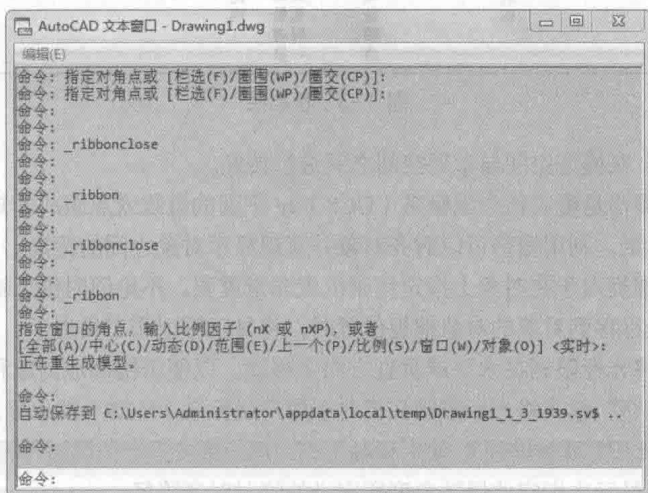

图 1-2 AutoCAD 文本窗口
- (1) 移动拆分条,可以扩大与缩小命令行窗口。
- (2) 拖动命令行窗口,可以将其布置在屏幕上的其他位置。
- (3) 对当前命令行窗口中输入的内容,可以按 F2 键,在打开的 AutoCAD 文本窗口中用文本编辑的方法进行编辑,如图 1-2 所示。AutoCAD 文本窗口和命令行窗口功能相似,但可以更好地显示当前 AutoCAD 进程中命令的输入和执行过程。在执行某些 AutoCAD 命令时,会自动切换到该窗口,并列出了有关信息。
- (4) AutoCAD 通过命令行窗口反馈各种信息,包括出错信息,因此用户要时刻关注。